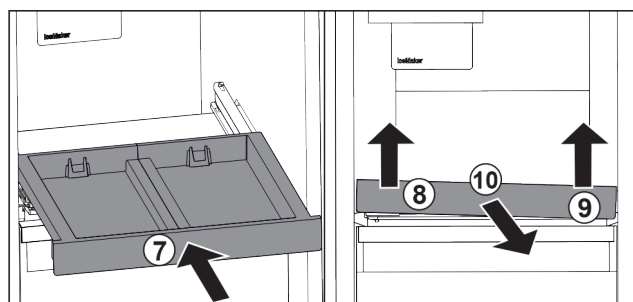

Fig. 35
- Zasuňte vyťahovaciu poličku. Fig. 35 (7)
- Nadvihnite vyťahovaciu poličku vpredu vľavo. Fig. 35 (8)
- Nadvihnite vyťahovaciu poličku vpredu vpravo. Fig. 35 (9)
- Odoberte vyťahovaciu poličku dopredu. Fig. 35 (10)